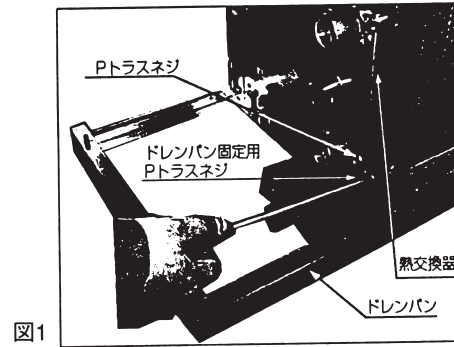

図1
- 熱交換器側面下部のドレンパン固定用Pトラスネジ4個（左右各2個）を取外し、ドレンパンを前に引出してください。（図1）
① 本体よりドレンパンを外してください。〔図1〕
② サイドフレームとカバーに貼り付けている水切り用断熱材 (PE 3T) を剥がしてください。容易に剥がれない場合はカッターナイフ等により残さないように剥がしてください。